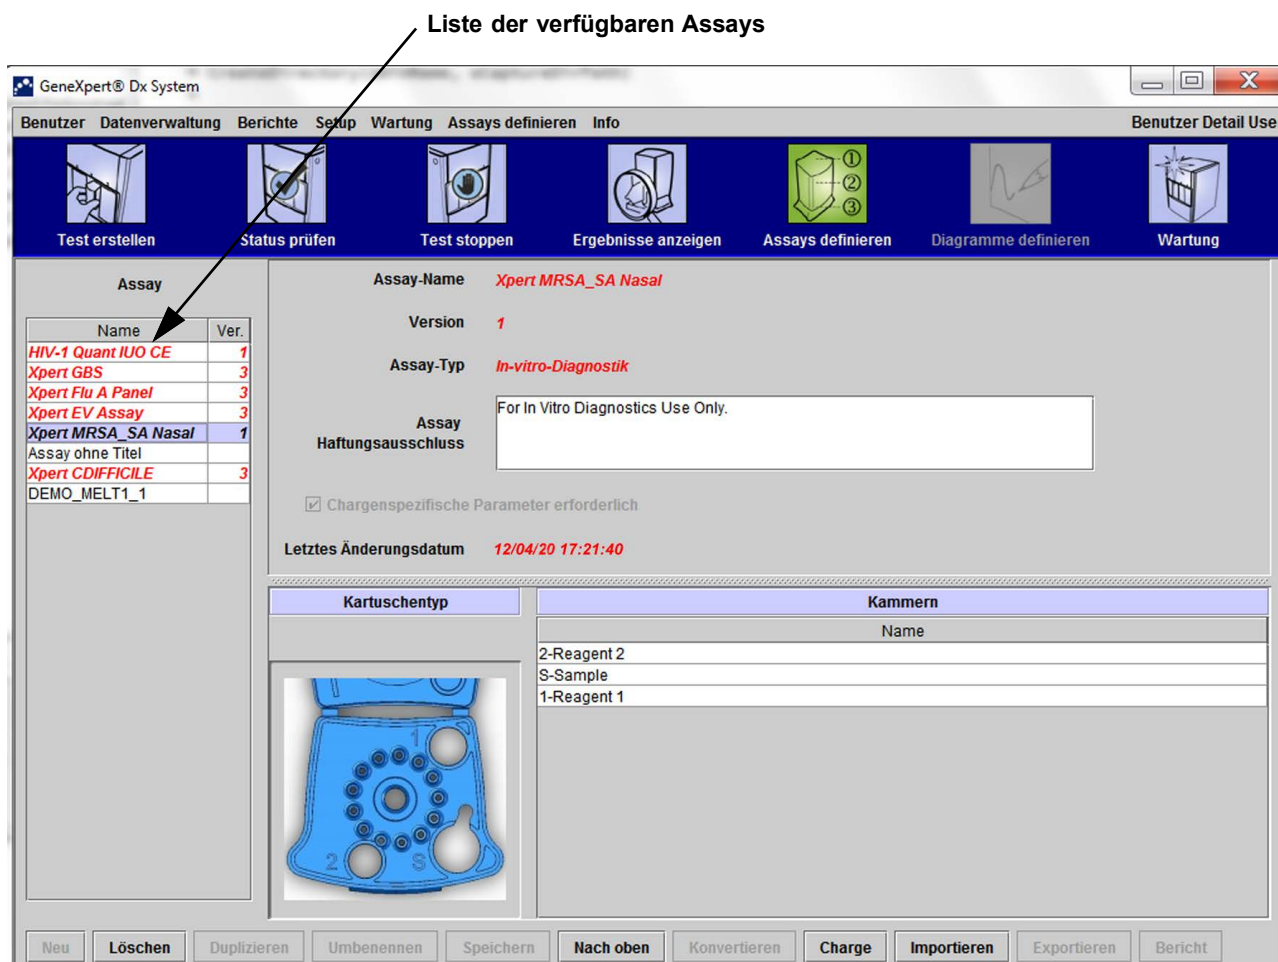

Abbildung 5-17. GeneXpert Dx System-Fenster „Assays definieren“
1. Klicken Sie im GeneXpert Dx System-Fenster auf **Assays definieren**. Das Fenster „Assays definieren“ wird angezeigt (vgl. Abbildung 5-17).